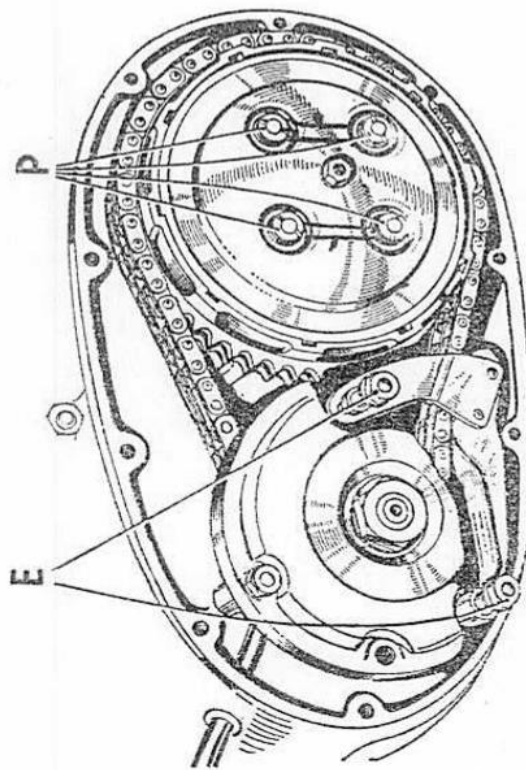

Fig. 20. La chaîne primaire et l'embrayage.
Lorsque les deux écrous inférieurs de retenue du générateur (E) Fig. 20 sont desserrés, on peut modifier la position du curseur pour obtenir la tension correcte.
Chaque fois que l'on a démonté l'embrayage, il convient de revoir soigneusement la pression du ressort. Les quatre écrous de retenue (P) Fig. 20 doivent être vissés jusqu'à ce que la face inférieure de la tête de chaque écrou soit à environ 1,5 mm de la face d'une cuvette de ressort. Ce chiffre est une valeur arbitraire et il est facile de modifier cette valeur suivant les circonstances. Si les ressorts sont comprimés à l'excès, le levier au guidon sera dur à manoeuvrer et fatigant pour la main; en revanche, si la pression du ressort est insuffisante, l'embrayage tendra à patiner.